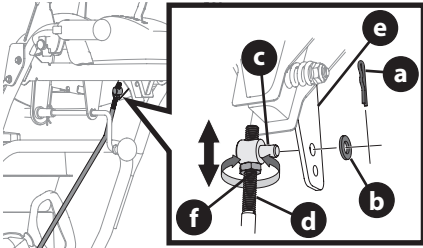

Figura 49
2. Extraiga el pasador de chaveta (a) y la arandela (b) del férula de ajuste (c) de la varilla de cambio (d) y sáquelo de la palanca de cambio (e) (Figura 49, recuadro).